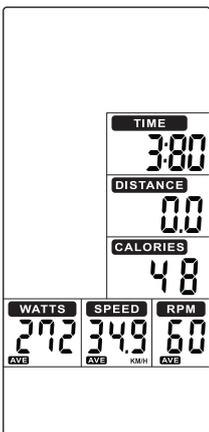

FIGURA 19
- Com a entrada do sinal de frequência cardíaca, o display FREQUÊNCIA CARDÍACA (DISPLAY 7) exibirá a frequência do usuário. Se não houver sinal, nada será exibido. (Figura 19 ~ 20).
- Com a entrada do sinal de frequência cardíaca, o display exibirá a frequência do usuário de 65%, 85% MAX (Figura 21 ~ 23). Se não houver sinal, nada será exibido. (Figura 19 ~ 20).
- Caso o sinal de frequência cardíaca seja detectado, o display PULSE (DISPLAY 7) exibirá a frequência do usuário de 65%, 85% MAX (Figura 21 ~ 23). Se não houver sinal, nada será exibido. (Figura 19 ~ 20).
- Com a entrada do sinal de frequência cardíaca, o display FREQUÊNCIA CARDÍACA (DISPLAY 7) exibirá a frequência cardíaca do usuário. Se não houver sinal, nada será exibido. (Figura 19 ~ 20).